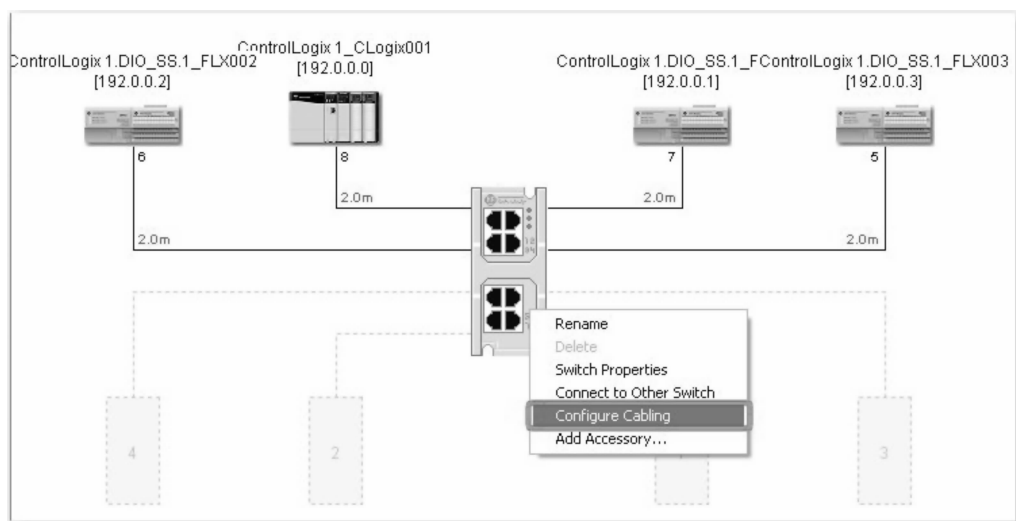

图 26-157 选择“组态接线”
4. 右键单击交换机，然后选择“组态接线”（Configure Cabling），如图 26-157 所示。